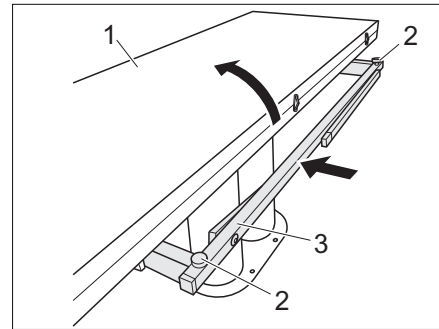

Bild 115 Tisch verkleinern
- Tischhälfte (Bild 115,1) einklappen.
- Zwei Einstellschrauben (Bild 115,2) eindrehen.
- Tischunterbau (Bild 115,3) einschieben.